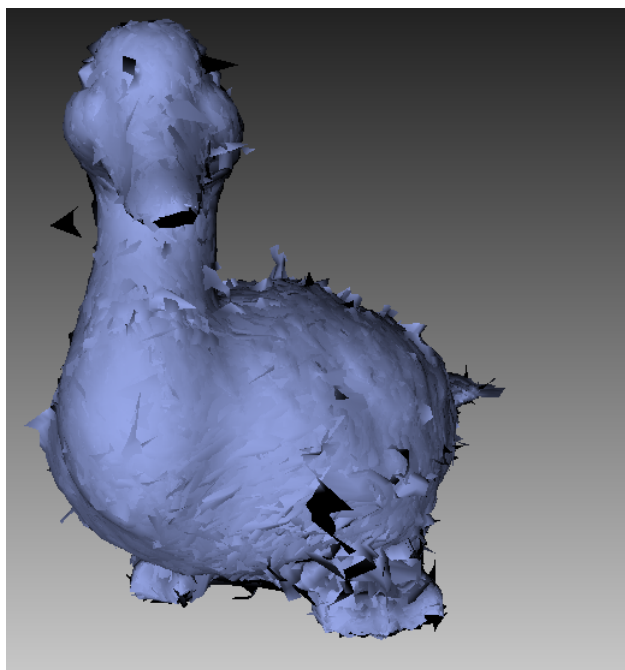

Рис. 8.21: Результат совмещения
3. Нажмите кнопку *Сборка*. Результат совмещения должен быть аналогичен приведенному на Рис. 8.21. Если вы не удовлетворены результатами совмещения, нажмите кнопку  и следуйте рекомендациям, приведенным в параграфе Ручная жесткая сборка с указанием пар точек.